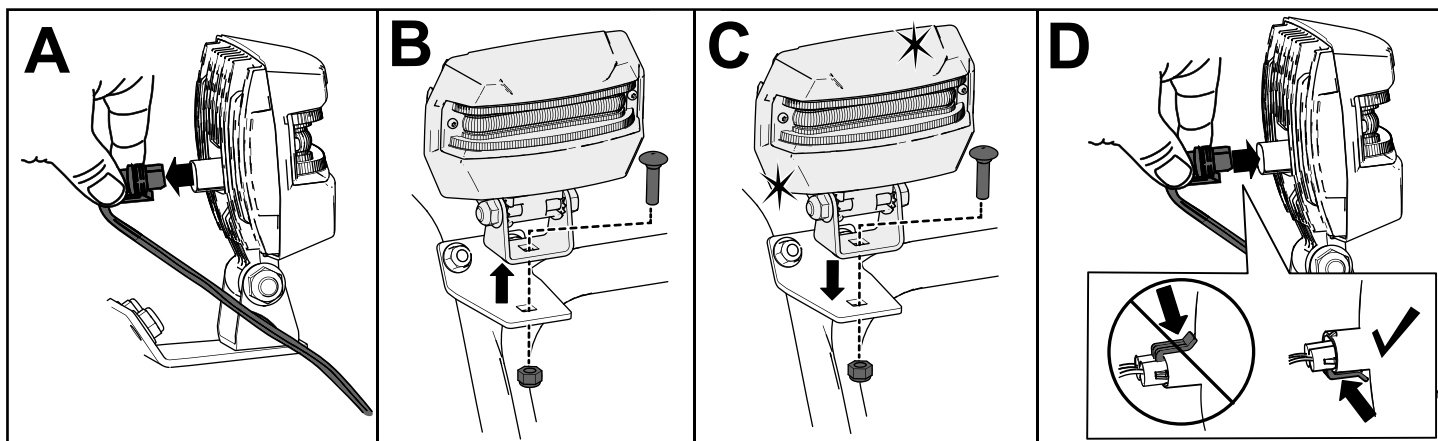

Figure 38
1. Débranchez le câble à l'arrière du phare (encadré A de la Figure 38).
2. Retirez le boulon et l'écrou qui fixent le phare sur son support, puis déposez le phare (encadré B de la Figure 38).
3. Fixez le nouveau phare sur le support au moyen de l'écrou et du boulon retirés précédemment (encadré C de la Figure 38).
4. Branchez le câble du phare directement à l'arrière du phare en l'enfonçant bien en place (encadré D de la Figure 38).